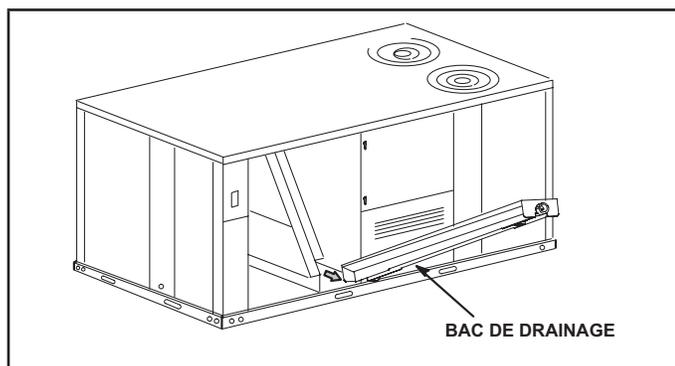

FIGURE 6
- 4 - Soulevez le bord avant du bac de drainage (pour passer au-dessus de l'obturateur de drainage inférieur) et faire glisser le bac hors de l'appareil. Reportez-vous à la FIGURE 6.
- 2 - Retirez les six vis de la porte d'accès aux filtres. Reportez-vous à la FIGURE 6.
- 5 - Soulevez le bord avant du bac de drainage (pour passer au-dessus de l'obturateur de drainage inférieur) et faire glisser le bac hors de l'appareil. Reportez-vous à la FIGURE 6.